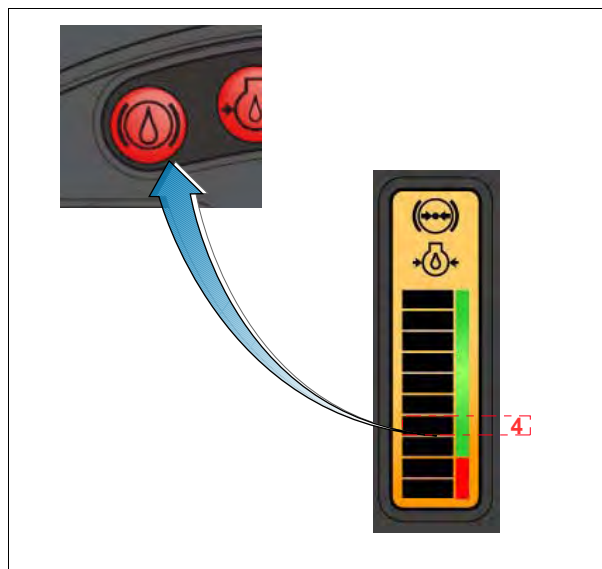

Рис. 4.
При движении рекомендуется открыть соответствующее окно на экране Блок управления ТМС рис. 4, чтобы следить за давлением в системе (в барах) см. §3.1.2, страница 56, панель контрольного дисплея.
**Запустив двигатель, подождите, пока погаснет индикатор тормозной системы, только после этого можно начинать движение. При падении давления ниже 4 bar тормоза прицепа перестают функционировать, на щитке приборов загорится индикатор тормозной системы рис. 4. Осторожно остановите трактор и обратитесь за помощью к дилеру.**